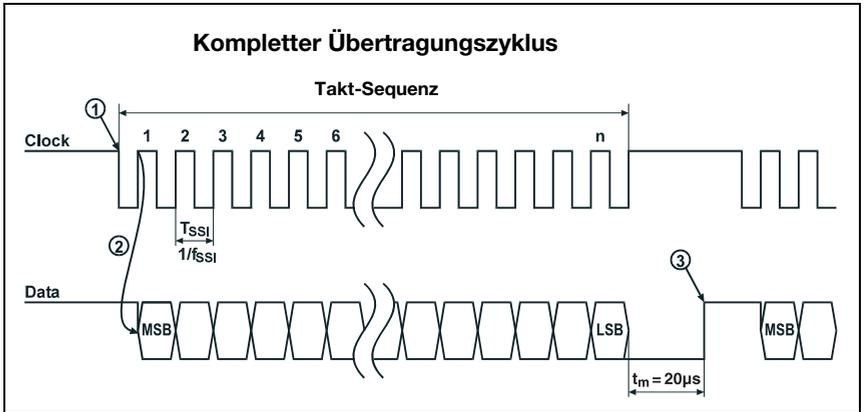

Bild 9.1: Ablaufdiagramm SSI-Datenübertragung
Im Ruhezustand liegen sowohl Takt- als auch Datenleitung auf HIGH-Pegel. Bei der ersten HIGH-LOW Flanke (Punkt ① in Bild 9.1) werden die Daten des internen Registers gespeichert. Dadurch ist sichergestellt, dass sich die Daten während der seriellen Übertragung des Wertes nicht mehr ändern.
Mit dem folgenden Wechsel des Taktsignals von LOW- auf HIGH-Pegel (Punkt ② in Bild 9.1) beginnt die Übertragung des Positionswertes mit dem höchstwertigen Bit (MSB). Mit jedem weiteren Wechsel des Taktsignals von LOW- auf HIGH-Pegel wird das nächst niederwertige Bit auf die Datenleitung gesetzt. Nachdem das niederwertigste Bit (LSB) ausgegeben wurde, schaltet mit dem letzten Wechsel des Taktsignals von LOW nach HIGH die Datenleitung auf LOW-Pegel (Übertragungsende).
Ein durch das Taktsignal retriggeretes Monoflop bestimmt, wie lange es noch dauert, bis die SSI-Schnittstelle für die nächste Übertragung aufgerufen werden kann. Hierdurch ergibt sich auch die minimale Pausenzeit zwischen zwei aufeinanderfolgenden Taktsequenzen. Ist die Zeit  $t_m = 20\mu\text{s}$  abgelaufen, so wird die Datenleitung wieder auf Ruhepegel (HIGH) gesetzt (Punkt ③ in Bild 9.1). Dies signalisiert somit den komplett abgeschlossenen Datenaustausch und die erneute Sendebereitschaft.